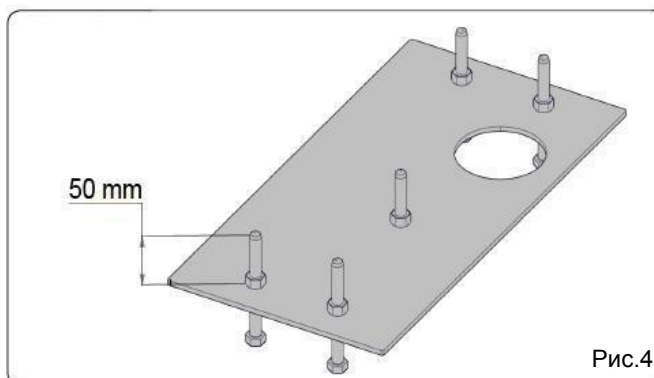

Рис.4
1. Соберите монтажную пластину как показано на рис.4.